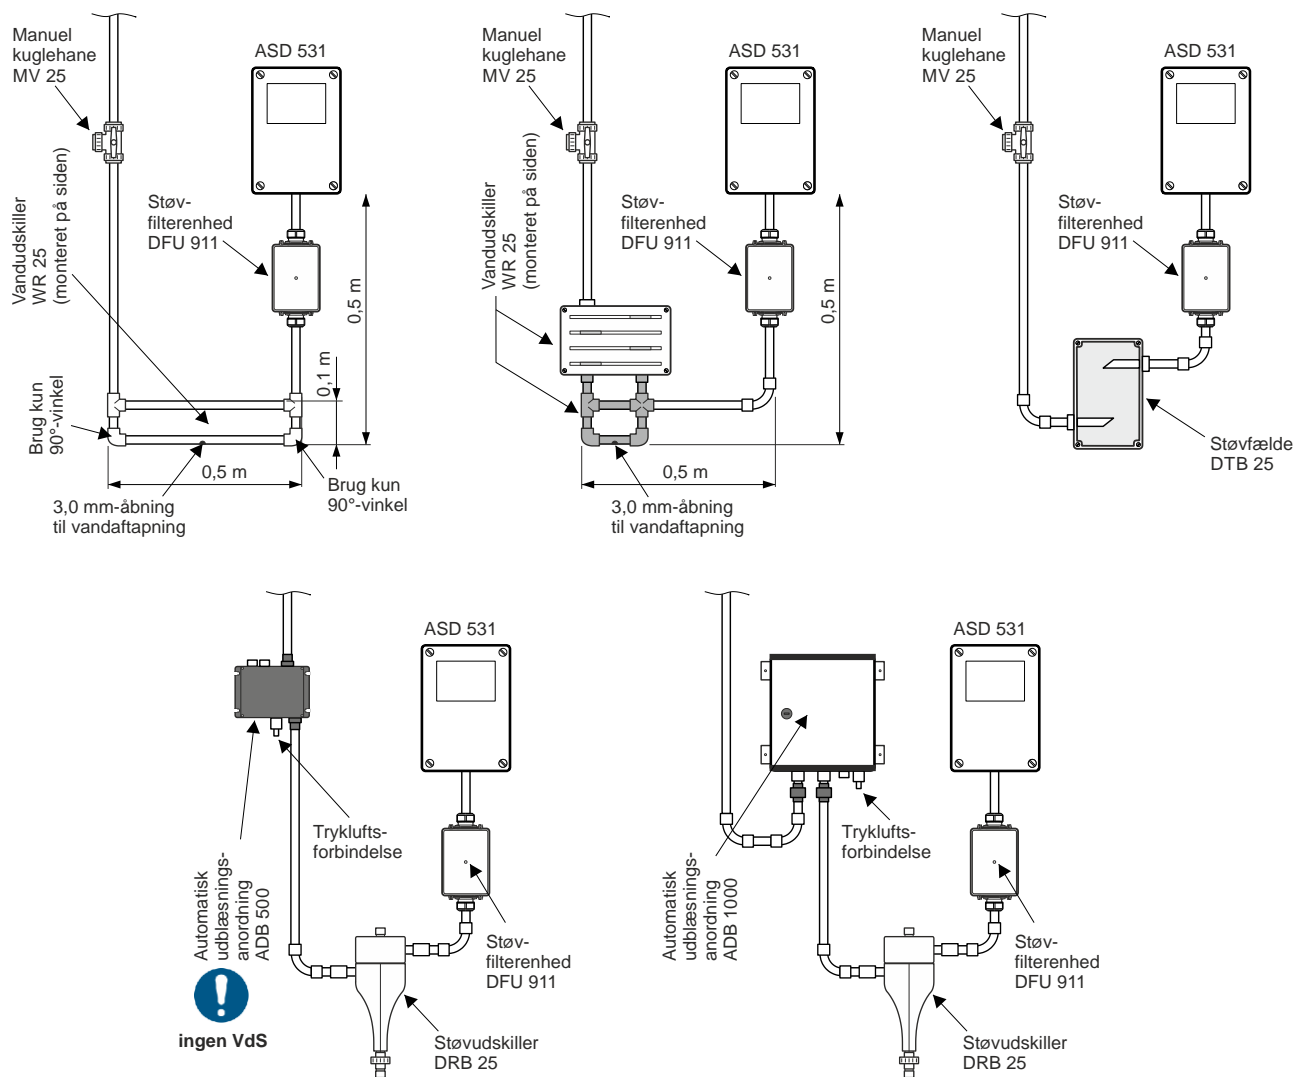

Fig. 43 Montering af tilbehørsdele
- Monteringspositionerne for vandudskilleren, støvfælden og støvudskilleren skal overholdes. Se Fig. 43.